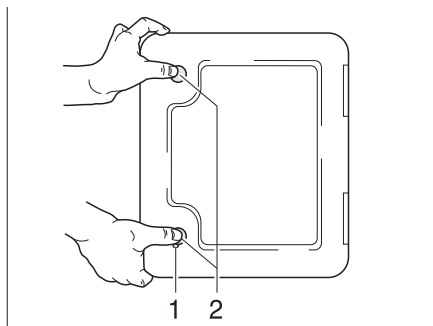

Fig. 140 Sportello per la cassetta Thetford
Lo sportello della cassetta Thetford (Fig. 140) si trova all'esterno del veicolo.
- Inserire la chiave nel cilindro della serratura a pressione (Fig. 140,1) e ruotare in senso orario di un quarto di giro.
- Premere contemporaneamente con i pollici entrambe le serrature a pressione (Fig. 140,2) e aprire lo sportello per la cassetta Thetford.